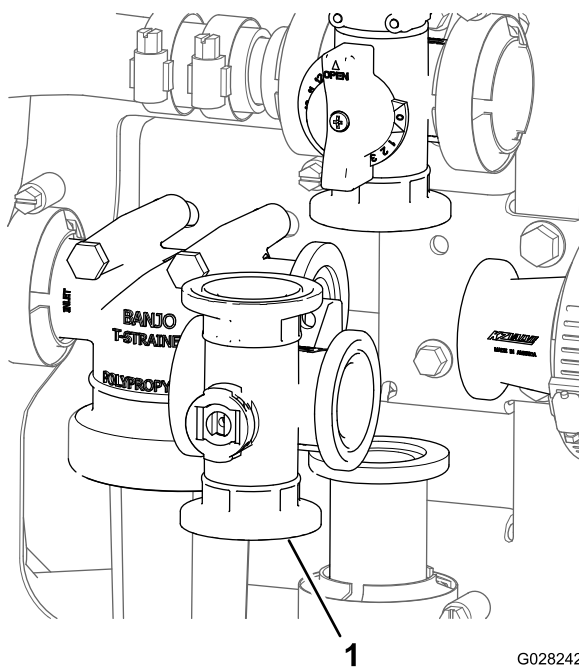

Figura 135
2. Retire o coletor da válvula de agitação da máquina (Figura 135).